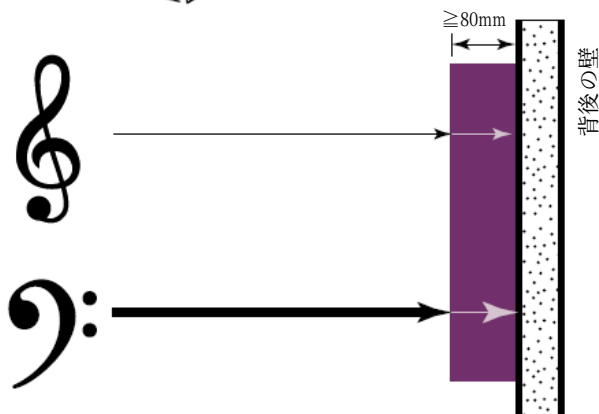

図 16
- 吸音パネルは適切に用いられれば部屋を静かにする方法のひとつです。広い周波数範囲にわたって効果を持つようパネルの厚みは80mm (図16参照) 以上でなければなりません。吸音パネルは数々の音響トラブルを処理するためにも使われます。そして常に拡散面とともに使用されなければなりません。音響技術者や音響パネル会社の経験豊富な人に相談してください。